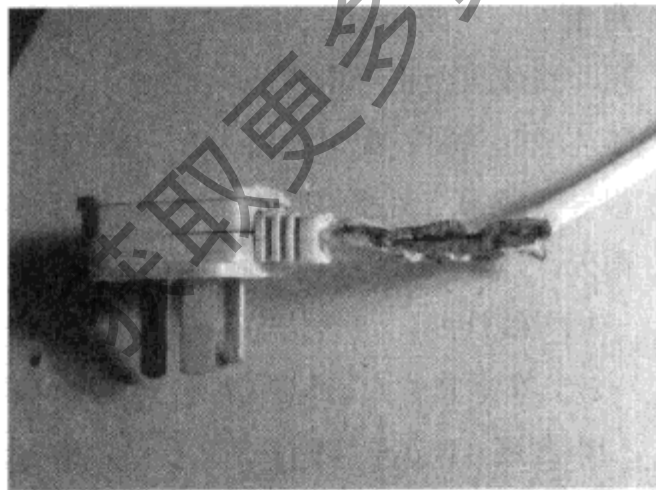

图 1-22 插头线短路
- ① 短路处的电阻(阻抗)为零, 或接近于零。
- ② 短路电流具有很大的破坏性(见图 1-22), 一旦发生了短路, 一般不能再直接通电检查, 这与断路故障是不同的。